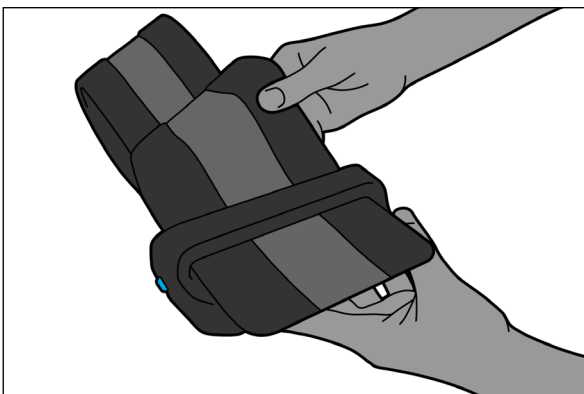
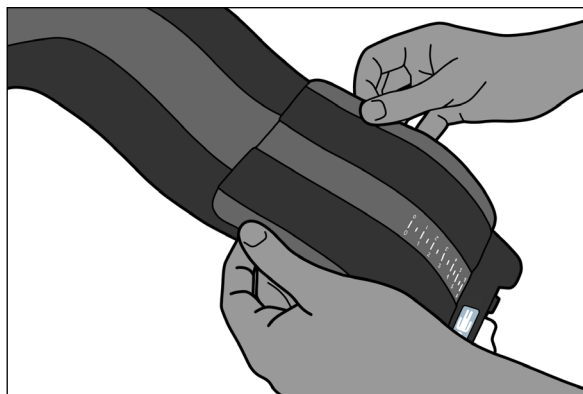

Fig. 2
Fig. 3
2. Poziționați cureaua cu numerele orientate în jos, apoi introduceți capătul lung al curelei prin clemă (Fig. 2). Fixați cureaua la loc, asigurându-vă că pe buclă este cuplată întreaga lungime a cârligului (Fig. 3).